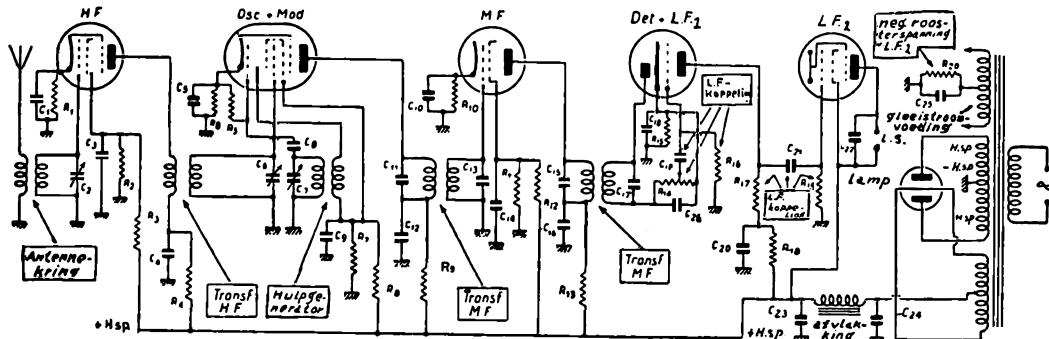

Fig. 96. Het schema van een superheterodyne met H.F.-voorversterking en frequentie-omvorming door een octode:
W. — Hier heb je het kant en klaar: fig. 96. Je ziet, dat het in groote trekken bestaat uit een trap H.F.-voorversterking, een octode-frequentie-omvormer of mengtrap, een pentode-M.F.-versterker, een gecombineerde diode-triode, die voor de gelijkrichting en de L.F.-voorversterking zorgt, en tenslotte een pentode, die belast is met de energie of eindversterking. Afzonderlijk ken je reeds alle onderdelen van dit schema met inbegrip van de voeding door den wisselstroom van het net.